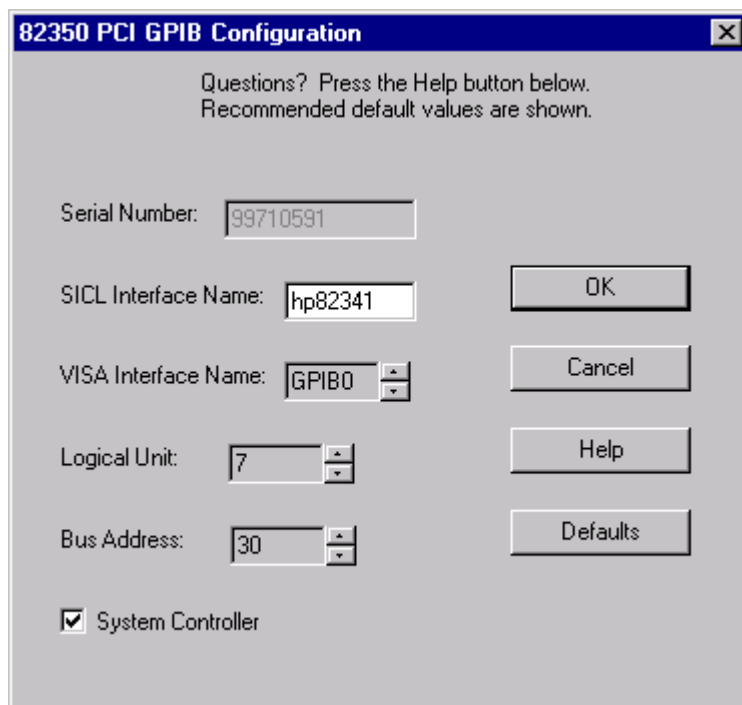

Figura 32 Configuración de la interfase USB-GPIB 82357A
- 18** Establezca el Nombre de interfase SICL en **hp82341** y Dirección bus en **30** tal como se muestra en la Figura 32 en la página 68. Haga clic en OK para finalizar la configuración.